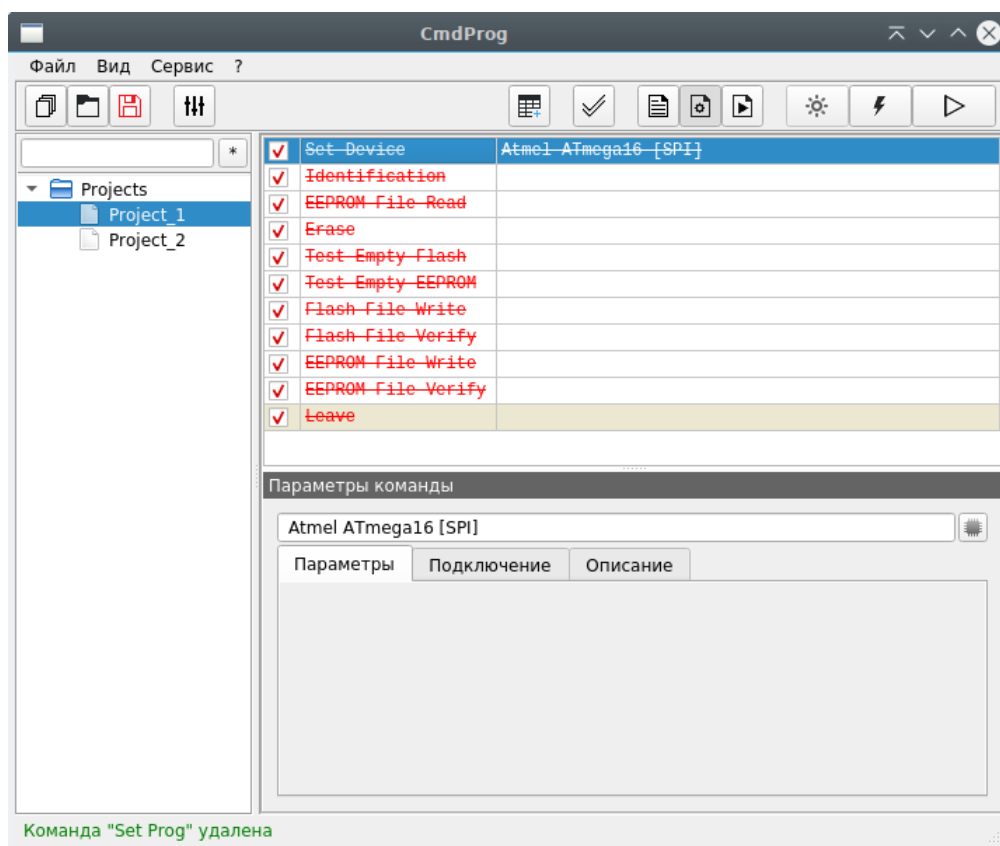

Рисунок 5.4. Отображение некорректных команд
5.14. Команды могут быть некорректными, т.е. для них будет отсутствовать информация о программаторе или устройстве, либо команды не поддерживаются программатором или устройством. Например, если команда «Set Device» находится в списке без команды «Set Prog», то команда «Set Device» и следующие за ней команды будут некорректные, т.к. отсутствуют данные о программаторе. Некорректные команды отображаются красным цветом с зачёркиванием (см. рисунок 5.4).